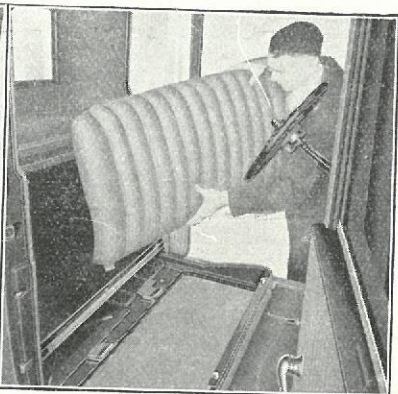

Fig. 567
- 1262** Løft Ryklænet ca. 5 cm, hvilket vil løse Klampen, som holder Ryklænet til Afstandsstykket. Ryklænet kan da løftes ud af Vognen, som vist i Fig. 567.